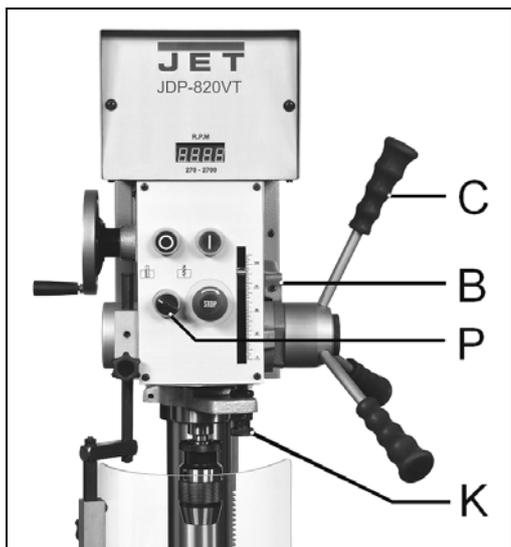

Fig 5
Pour un perçage de plusieurs trous de la même profondeur, utiliser la butée de profondeur (K, Fig 5).
1) Mettre le sélecteur (P, Fig 5) en position " tarauder".
2) Régler la butée de profondeur (K) à la profondeur de fileté désirée.